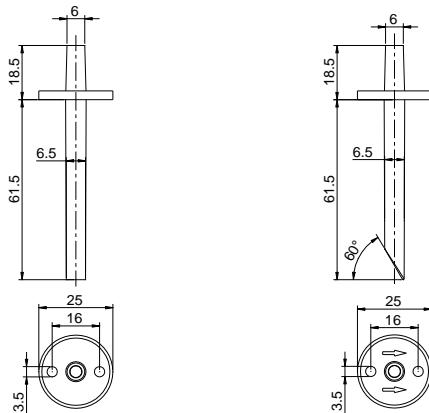
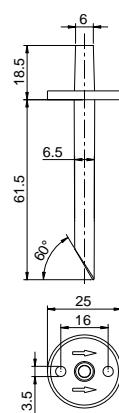
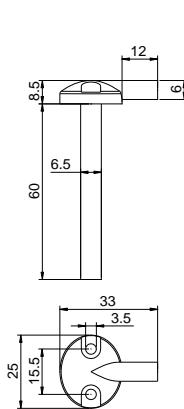

图 5: 静压采样头 1003
图 6: 全压采样头 1005
图 7: 静压采样头 1009
1. 先安装采样头, 如图 5、图 6、图 7。每个采样头用 2 枚螺丝固定安装在现场引压处, 较长端(约 60mm)插入引压处。要注意插入后需要将开孔缝隙重新密封, 以免系统漏气。如选用全压采样头 1005, 安装时, 图 6 所示箭头方向必须与气流方向相同。